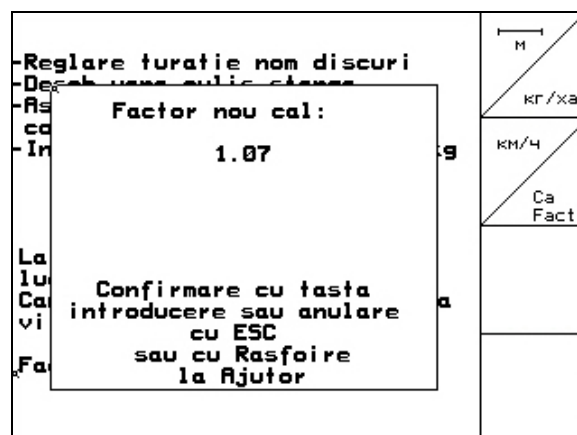

Fig. 30
- Va fi afișat noul factor de calibrare (Fig. 30).